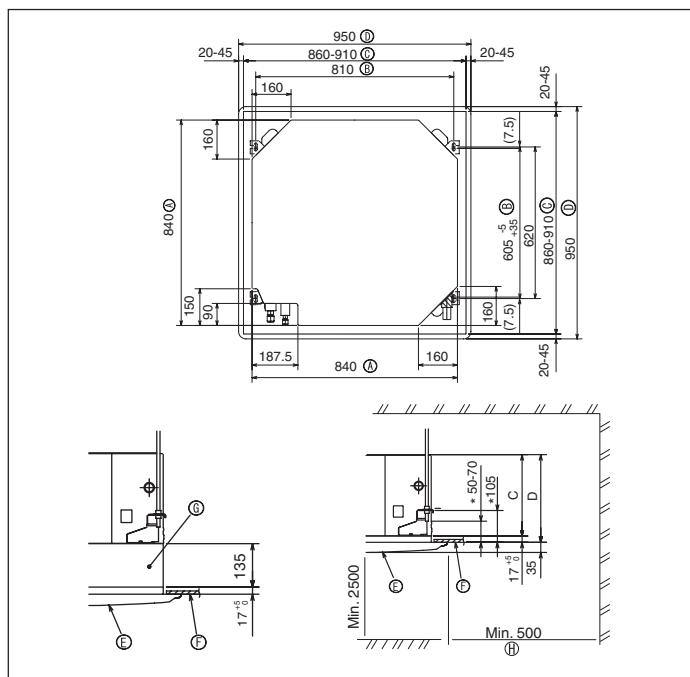

Fig. 3-2
①	Установочный шаблон	1
②	Прокладка (с изоляцией) Прокладка (без изоляции)	4 4
③	Изоляция для труб (для соединения труб хладагента) малого диаметра большого диаметра	1 1
④	Лента	8
⑤	Винт с прокладкой (M5 x 25) для установки решетки	4
⑥	Соединительная муфта для дренажа	1
⑦	Изоляция	1
⑧	Гайка раstrубного стыка 1/4F(P60)	1
3.2. Расположение отверстия в потолке и навесных болтов (Fig. 3-2)
- * Размер потолочного отверстия можно регулировать в пределах, указанных на Fig. 3-2, таким образом, чтобы отцентровать главный прибор в потолочном отверстии, обеспечив одинаковые зазоры по всем соответствующим противоположным сторонам.